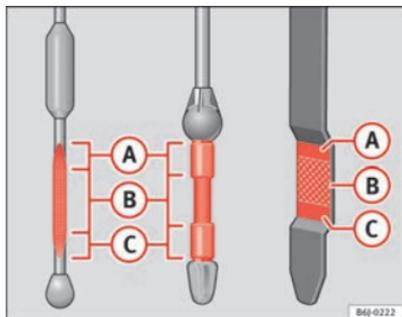

Fig. 157 Vareta de medição do nível de óleo
- Em seguida, retire-a novamente e verifique o nível do óleo ⇒ fig. 157. Caso seja necessário, reponha óleo do motor.